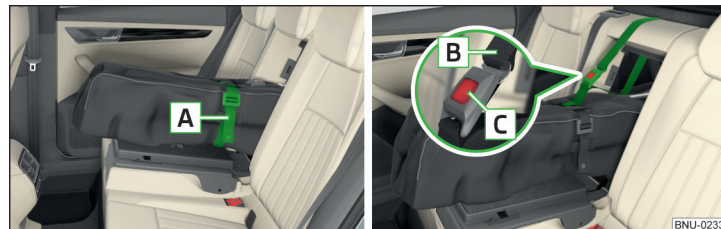

Fig. 124 Strângerea benzii/asigurarea sacului
- Strângeți chinga **A** în jurul schiurilor, **înainte** de legături » **fig. 124**. Chinga trebuie să cuprindă strâns schiurile.